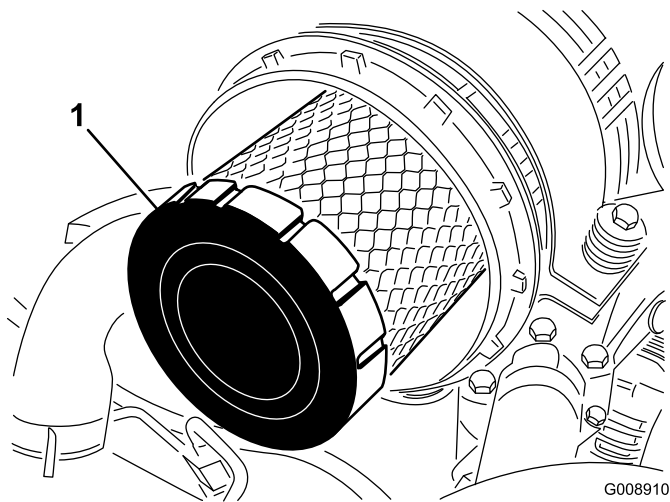

Bild 60
4. Entfernen und wechseln Sie den Hauptfilter aus (Bild 60).